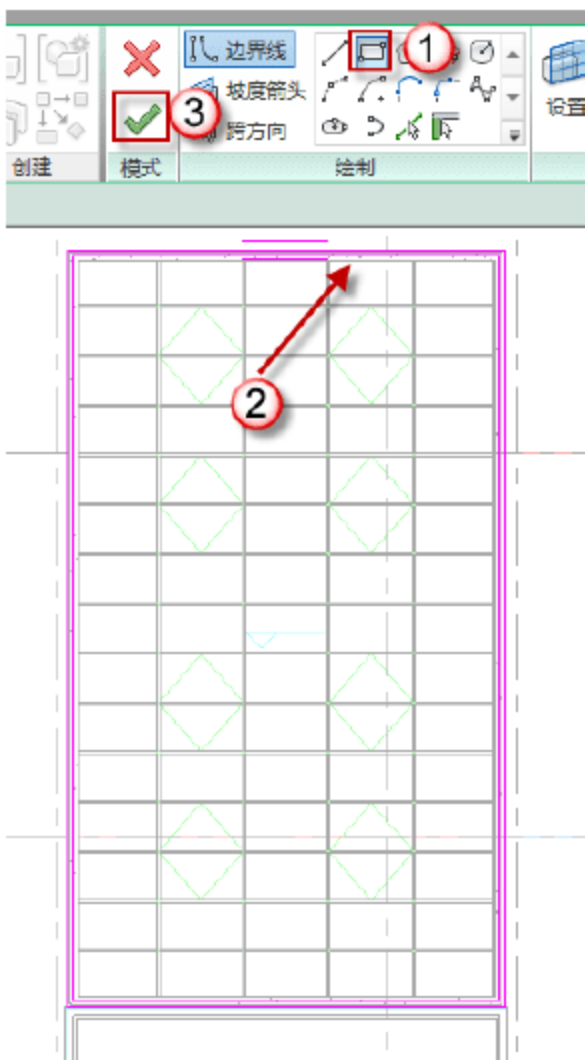

图 12.1.55 楼板开洞
(28) 楼板开洞。双击选择步骤 (25) 绘制的楼板，进入修改界面，选择“矩形”绘图方式，在有天窗的地方进行开洞，然后在上下文关联选项板中单击 √ 按钮，如图 12.1.55 所示。